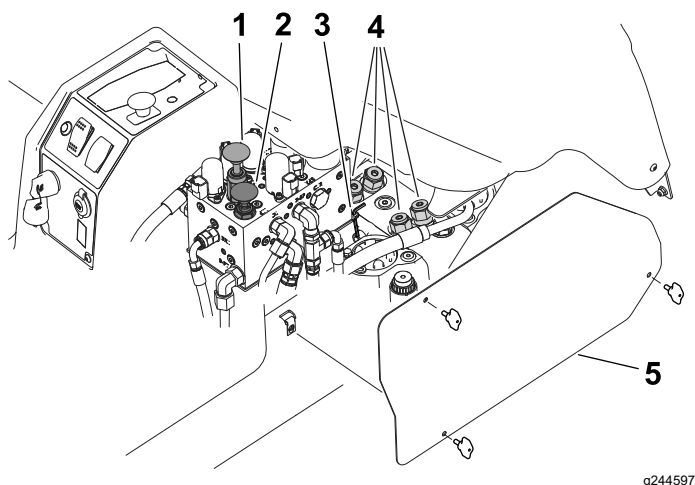

Figura 65
Nota: Con la macchina è fornita una chiave esagonale (6 mm) situata accanto al collettore idraulico (Figura 65). Utilizzate la chiave per effettuare questa procedura.
2. Rimuovete il pannello di accesso dal lato destro della console di comando (Figura 65).